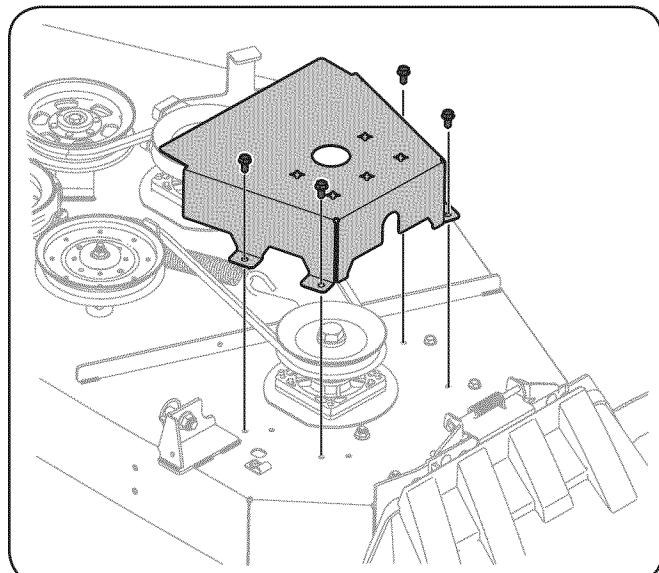

Figura 37
2. Retire los tornillos de arandela hexagonal que sujetan las cubiertas de las correas a la plataforma. Vea la Figura 37.
5. Instale la nueva correa alrededor de las poleas del husillo tal como se muestra y reinstale las cubiertas de las correas.Vea la Figura 37.